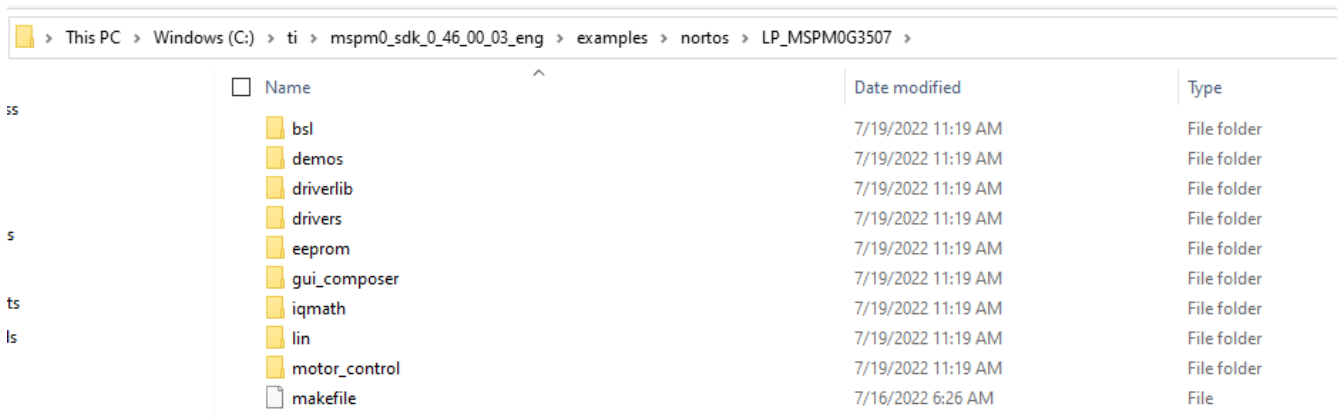

图 2-3. MSPM0 SDK
MSPM0 SDK 提供的组件有助于在德州仪器 (TI) MSPM0+ 微控制器上开发应用。MSPM0 SDK 包含多个软件组件以及关于如何一起使用这些组件的示例。此外，各种示例展示了如何使用各功能区区和各个受支持的器件，可用作您自己的项目的起点。图 2-3 展示了典型的 MSPM0 SDK 示例。